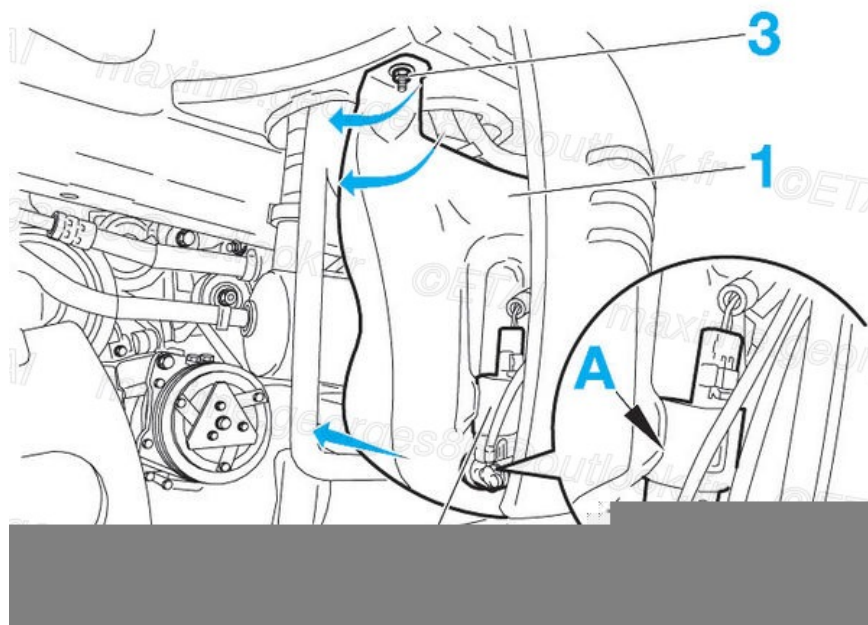

Fig.17
- Placer un bac receveur sous le réservoir de lave-vitres (1) (Fig.17) (/media/RTA/RTA_714/RTA714A-006-017X.jpg).